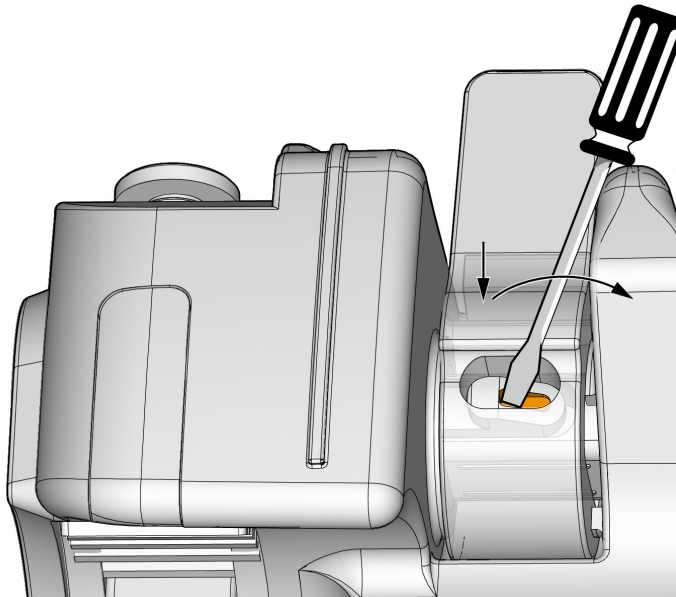

Abbildung 5-9 Spalt des Federkeils der Bremswelle
3. Führen Sie eine flache Schraubenzieherspitze in den kleineren Federkeilspalt der Bremswelle (siehe Abbildung 5-9 auf Seite 86).
4. Drücken Sie den Federkeil der Bremswelle nach unten und kippen Sie den Schraubenzieher nach innen, um den Bremsschaft nach außen zu drücken (siehe Pfeile in Abbildung 5-9 auf Seite 86).